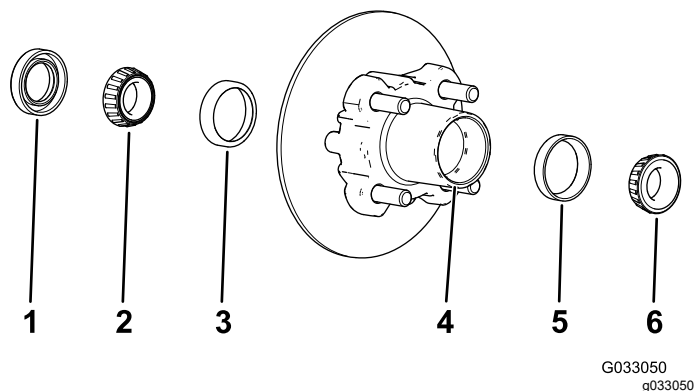

図 38
1. ハブから外側のベアリングとベアリングレースを取る 図 38。
2. ハブから、シール、内側のベアリングを外す 図 38。
5. ハブについているグリス、ごみなどをきれいに取り除く 図 38。
7. キャビティの50-80 %程度にグリスを詰める 図 38。
8. ハブの内側に内側ベアリングを取り付け、シールをはめる 図 38。